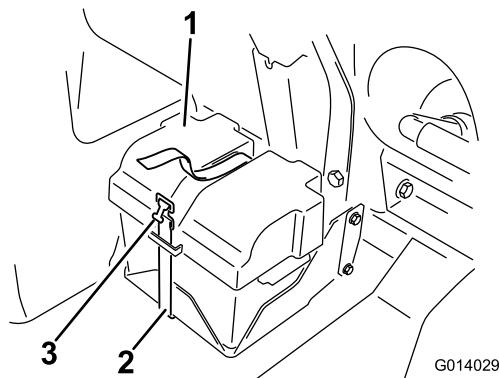
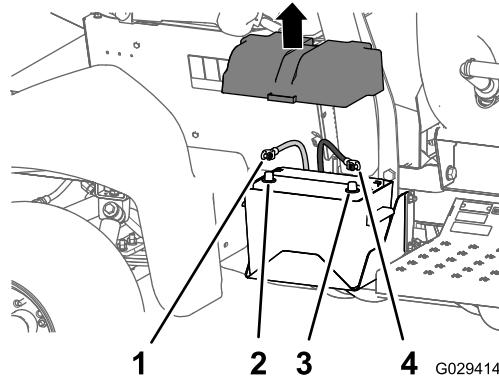

Figure 1
Figure 2
3. Déposez le couvercle de la batterie et débranchez le câble négatif (noir – masse) de la borne de batterie (Figure 1 et Figure 2).
4. Débranchez le câble positif (rouge) de la borne de la batterie (Figure 2).